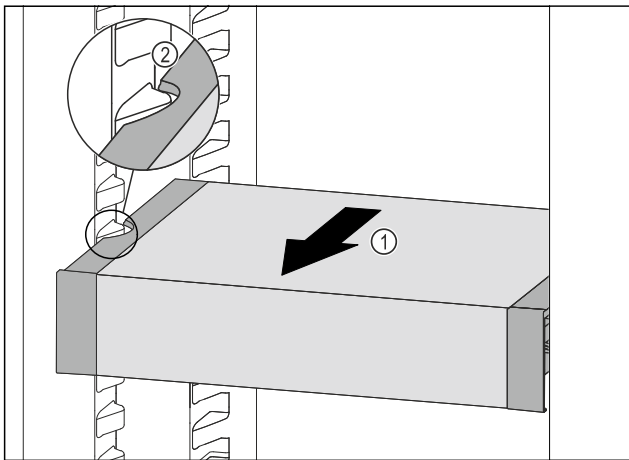

Fig. 89
- ▶ Вытягивайте VarioSafe вперед Fig. 89 (1), пока боковые выемки VarioSafe не окажутся на высоте выступа резервуара в холодильном отделении. Fig. 89 (2)